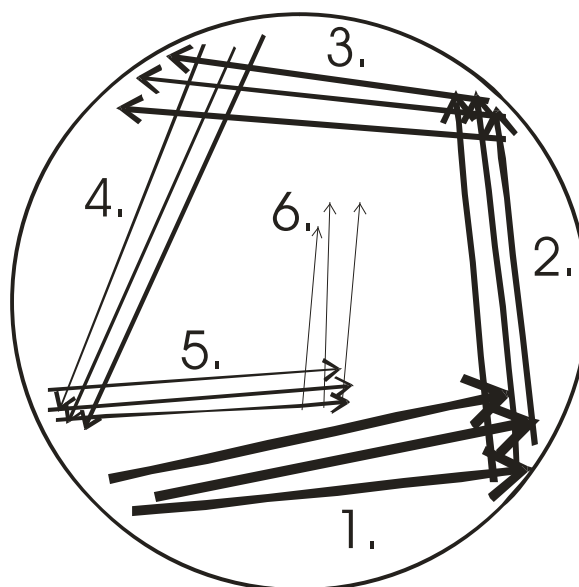

Abbildung 8: Ausstreichschema Vereinzlung
- Die Bakterien mit dem Eigengewicht der Impföse gemäß dem Muster auf Abbildung 8 ausstreichen, dabei zwischen den sechs Schritten die Öse jeweils in der Bunsenbrennerflamme durchglühen und wieder abkühlen lassen.